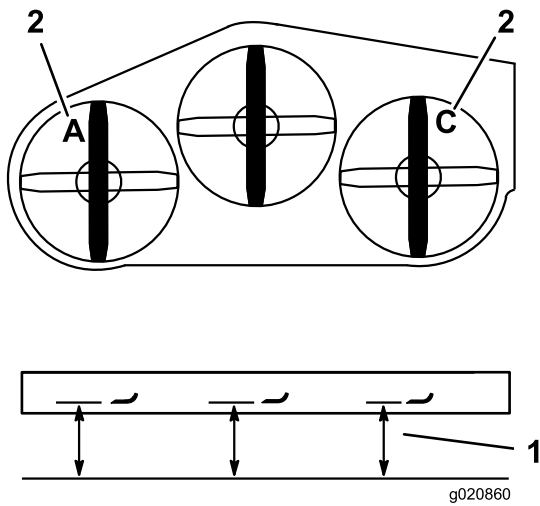

Figure 85
- Mesurez et notez la distance au point **A** entre la surface plane et le tranchant de la pointe de la lame gauche (Figure 85).
- Mesurez et notez la distance au point **C** entre la surface plane et le tranchant de la pointe de la lame droite (Figure 85).
3. Mesurez et notez la distance au point C entre la surface plane et le tranchant de la pointe de la lame droite (Figure 85).